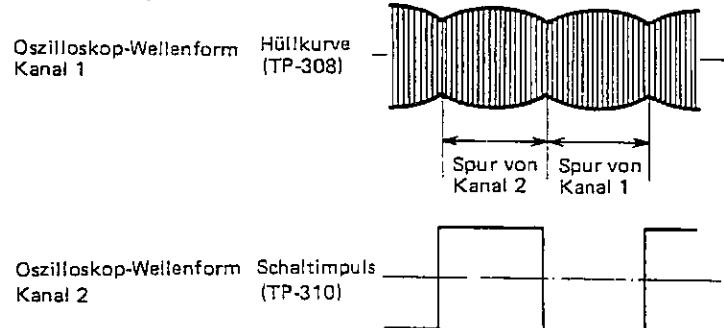

Abbildung 28.
2. Mit einem Schaltimpuls triggern und die Hüllkurve beobachten. (Abb. 28)